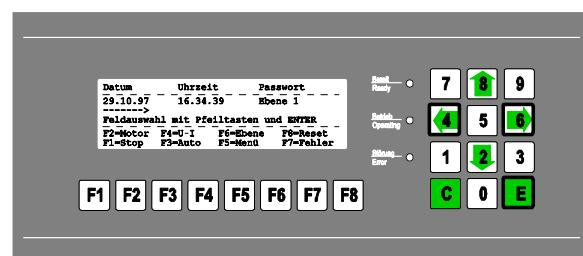
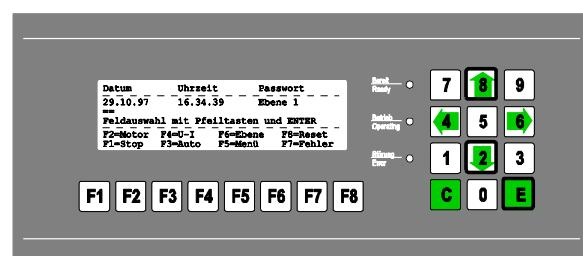

Рис. 14 Подтверждение выбора поля (дата) клавишей E
Рис. 15 Выбор значения (день) клавишами 2 или 8 и подтверждение клавишей E
- Выбор поля: Перемещать символ подчеркивания с помощью клавиш со стрелками 4 или 6 до нужной позиции (например, даты) (Рис. 14).
- Подтвердить выбор поля клавишей E (Рис. 14). Выбор значения (день) двойным подчеркиванием (Рис. 15).
- Отображение меню выбора с помощью функциональной клавиши F5 (экран меню см. на Рис. 14).